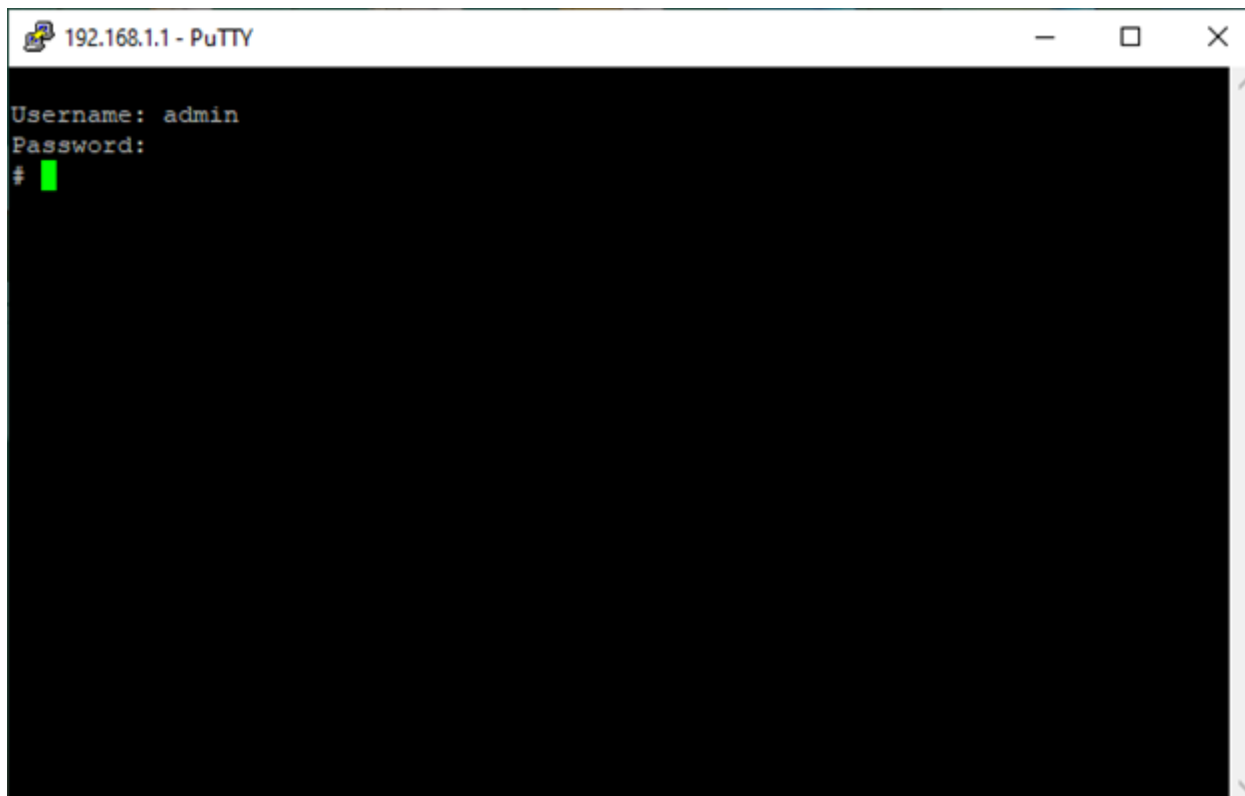

Рисунок 2.2.7 – Авторизация
- 7 Пройдите авторизацию. Если приглашение к вводу логина и пароля не поступило, нажмите «Enter» (рисунок 2.2.7).